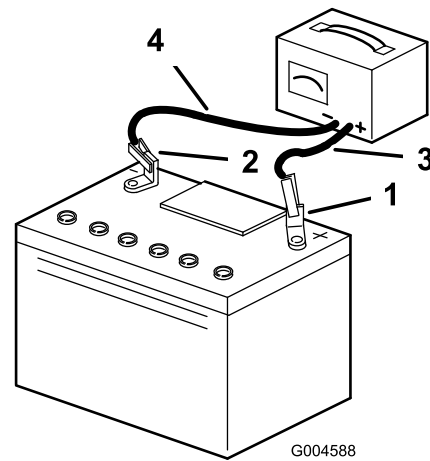

Bild 30
- Schließen Sie die Kabel des Ladegeräts von den Batteriepolen ab (Bild 30).